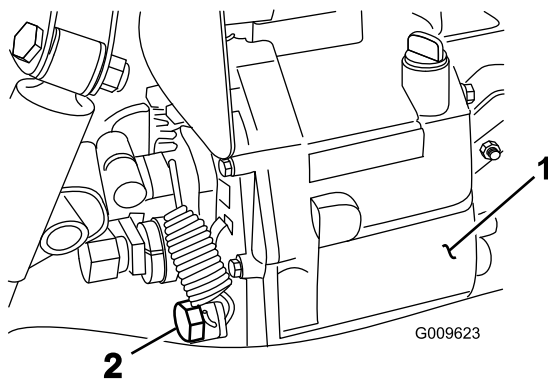

Bild 72
2. Nehmen Sie die Ablassschraube an der Seite des Behälters ab und lassen Sie das Hydrauliköl in die Auffangwanne ablaufen (Bild 72).